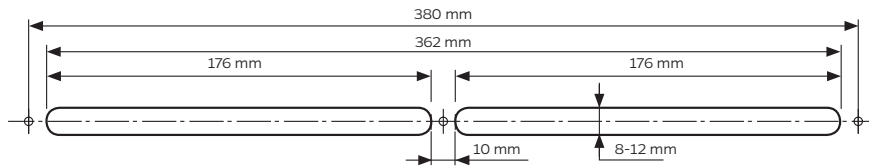

Abb. 1. Abstand und Abmessungen der Fräsungen in Fenster aus PVC und Holz
1. Öffnungen im Fensterrahmen ausschneiden (Abb. 1);